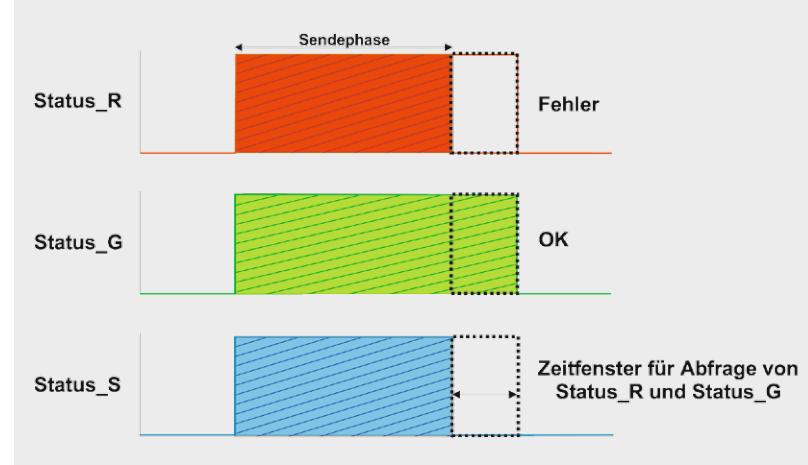

Bild 8: Der zeitliche Ablauf bei der Auswertung der Statussignale
In Bild 8 ist vereinfacht dargestellt, was bei einem Sendevorgang passiert. Zeitgleich zum Sendebebefhl gehen alle 3 Statusausgänge auf high. Nach erfolgreicher Übermittlung der Daten zum Aktor leuchtet zum Schluss kurzzeitig die grüne LED, im Fehlerfall die rote LED. Mit einem Mikrocontroller wird zunächst der Ausgang „Status_S“ überwacht, wechselt dieser von high nach low, kann durch Abfrage von „Status_R“ (Fehlerfall) und „Status_G“ (OK) festgestellt werden, ob der Sendevorgang erfolgreich war. Diese Funktion ist eher für erfahrene Programmierer gedacht, die diese Funktion in ihre eigenen Schaltungen integrieren wollen.